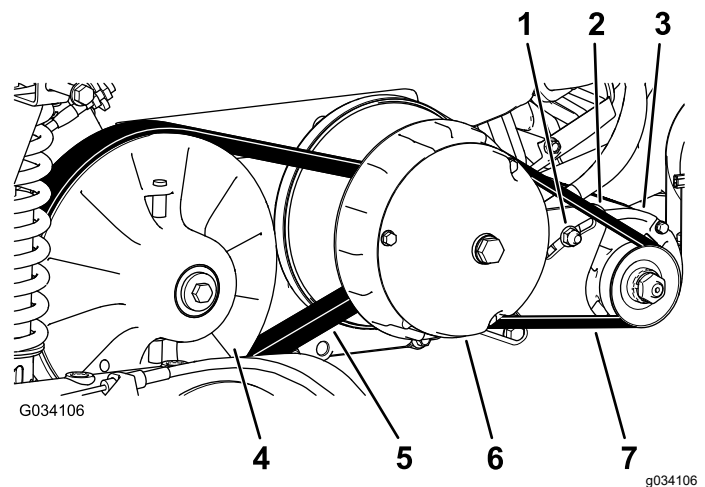

Bild 63
6. Drehen und prüfen Sie den Riemen (Bild 63) auf überdurchschnittliche Abnutzung oder Beschädigung.
3. Drehen Sie den Riemen und verlegen ihn über die sekundäre Kupplung (Bild 63).
4. Nehmen Sie den Riemen von der primären Kupplung (Bild 63).
5. Fluchten Sie den neuen Riemen über der primären Kupplung aus (Bild 63).
6. Drehen Sie den Riemen und verlegen ihn über die sekundäre Kupplung (Bild 63).
2. Lösen Sie die Drehmutter für den Startergenerator (Bild 63).
4. Drücken Sie das Stemmeisen nach unten, um den Starter nach unten im Schlitz zu drehen, bis die Riemenspannung nur eine Riemendurchbiegung von 6 mm erlaubt, wenn Sie eine Kraft von 44 N·m aufbringen (Bild 63).
5. Ziehen Sie die Drehmutter mit der Hand an und entfernen Sie das Stemmeisen (Bild 63).